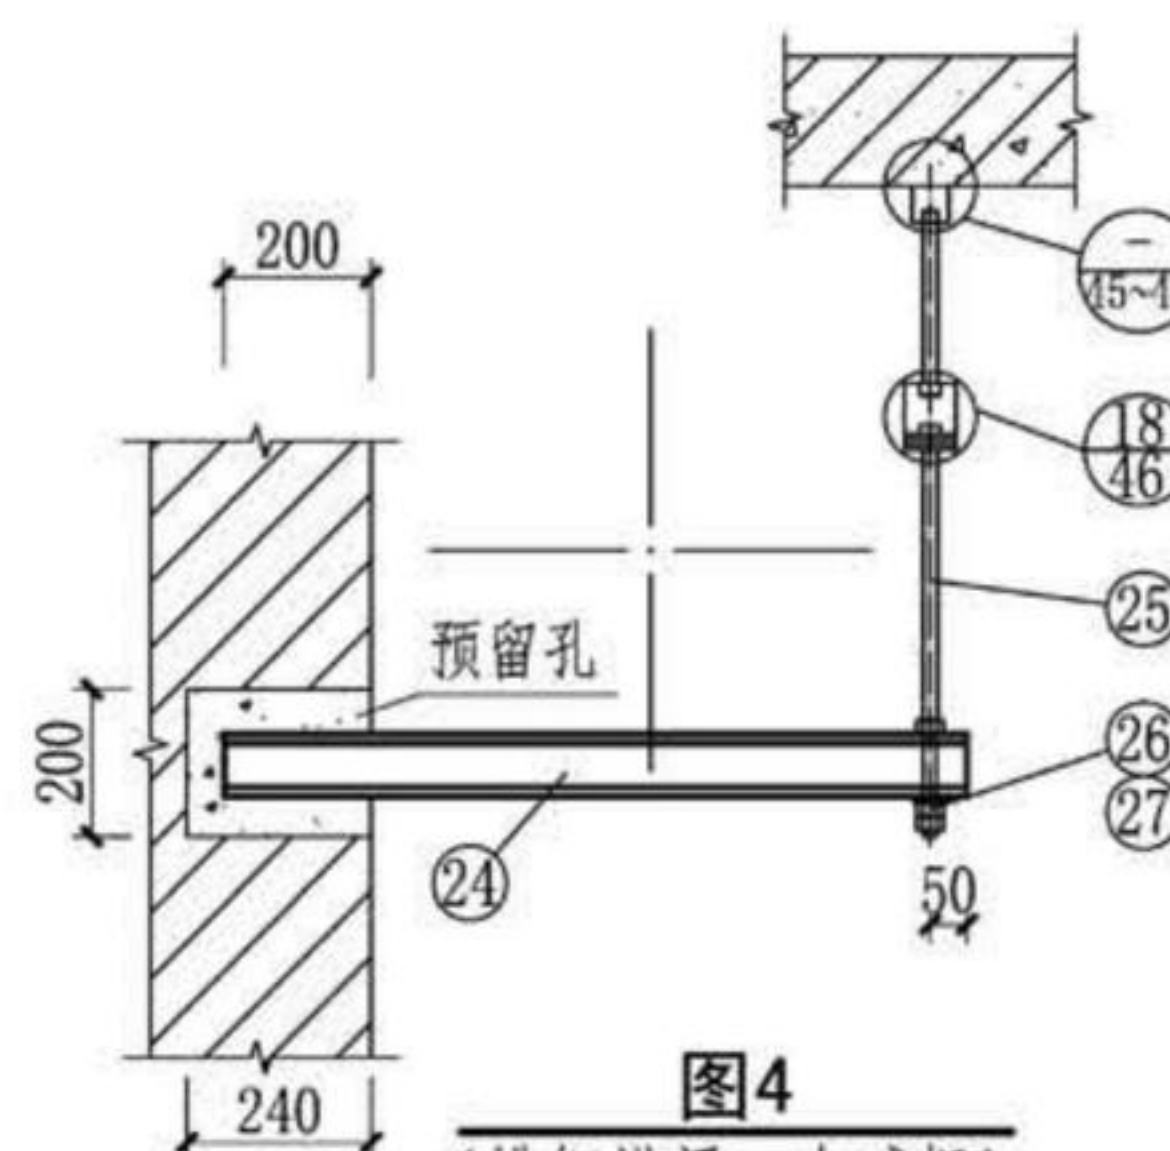

图4
4. 风管与横梁固定方式见本图集第42页图4~图6、第43页图3~图4及第44页图6~图10。